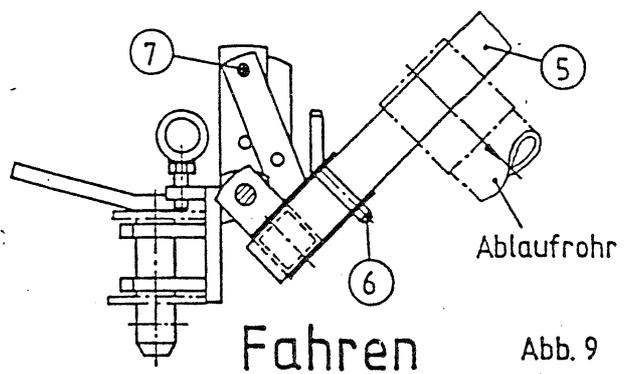

Abb. 9
Für die Straßenfahrt (Abb. 9) werden die beiden äußeren Tragrahmenteile ⑤ aus der Arbeitsstellung nach hinten geklappt und abgesteckt ⑥.